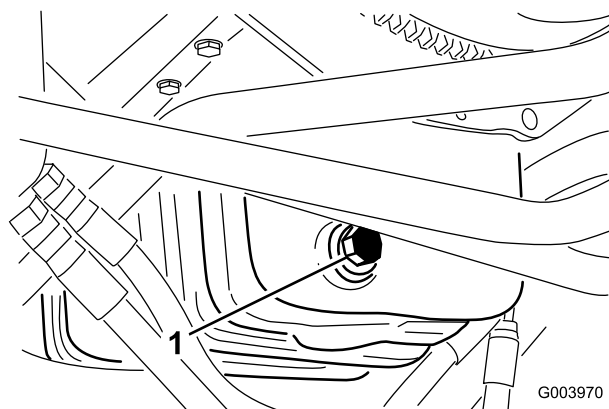

図 61
1. ドレンプラグ（図 61）を外してオイルを容器に受ける。